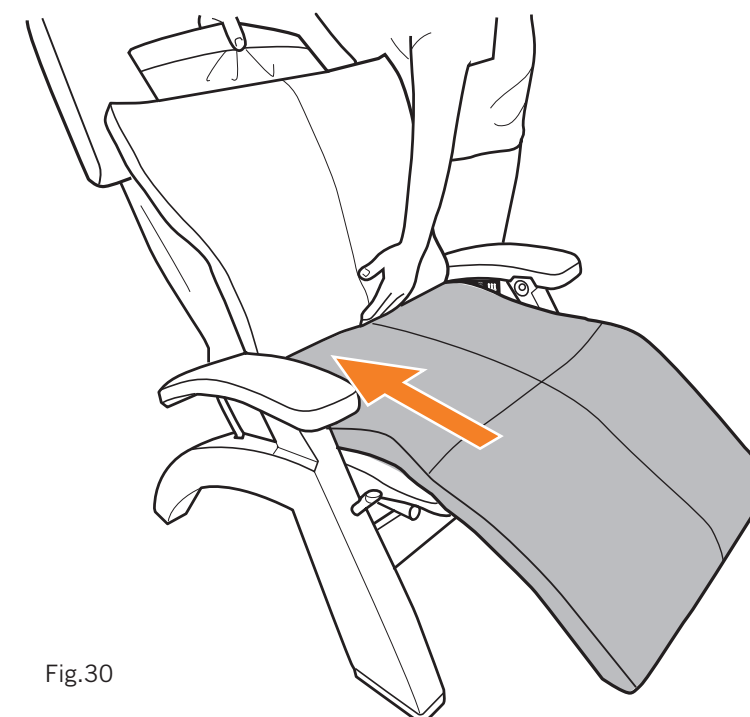

Fig.30
4. Hale hacia arriba la almohadilla del cuerpo para desprender los cierres de velcro del asiento, tire de ella con firmeza hacia arriba sobre el respaldo, y luego presione con firmeza sobre el área del asiento y las piernas para fijarla (Fig.30).